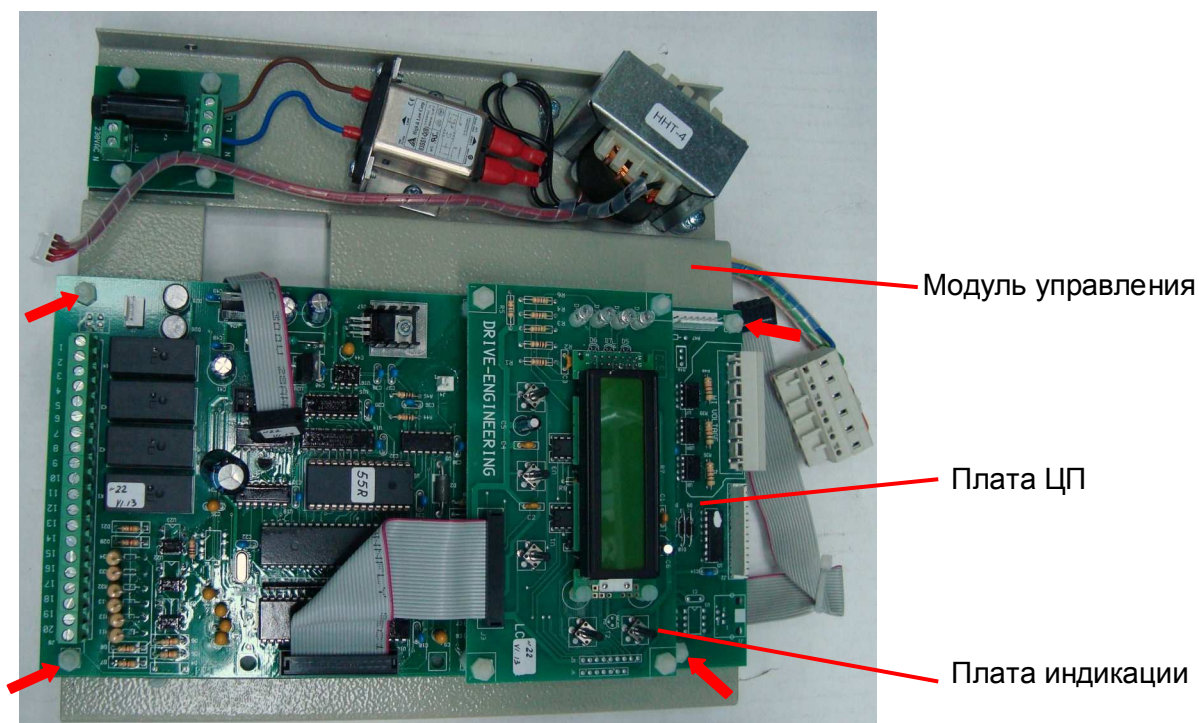

Рис. 7.26
7.9.5. Установить плату ЦП на модуль управления согласно рис. 7.26 и зафиксировать ее четырьмя пластмассовыми гайками (рис. 7.26, красные стрелки).